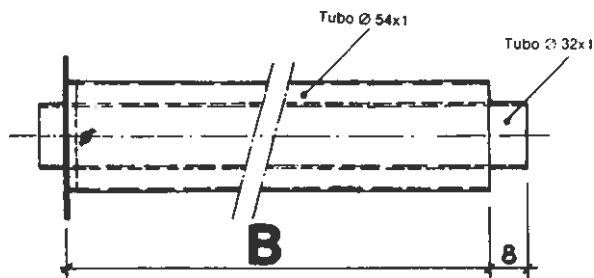

Fig. 2
- tagliare i due tubi $\varnothing 54$ e $\varnothing 32$ mm considerando che il tubo interno $\varnothing 32$ deve sempre sporgere 8 mm. dalla misura B (fig. 2).